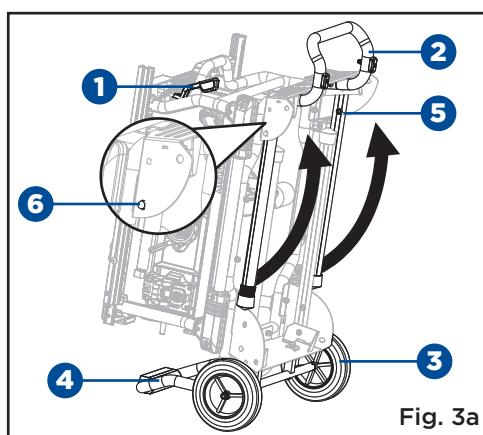

Fig. 3a
DÉPLOYER LE SUPPORT (Fig. 3a-3d)
- Verrouillez les rails du guide au moyen du levier (1) des rails du guide de refente. Saisissez la poignée I (2) et inclinez la scie vers l'arrière sur ses roues jusqu'à ce que le support soit en équilibre sur les roues (3) et la poignée béquille (4). (Fig. 3a)
- Dépliez les deux pattes inférieures du support (5) (situées sur le côté de la roue). Pour ce faire, poussez les goupilles de verrouillage (6) jusqu'à ce qu'elles dégagent les pattes de support (5) des trous, puis faites pivoter les pattes de support (5) vers le haut jusqu'à ce que les pattes de support (5) soient verrouillées avec les goupilles de verrouillage (6) engagées dans les trous. (Fig. 3a)